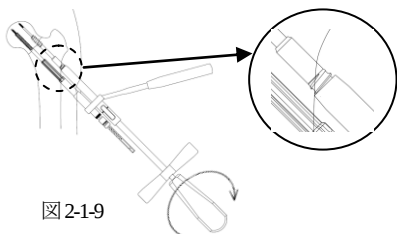

図 2-1-9
- 7) TLS 用ラグスクリュードライバーと TLS 用バレルスクリュードライバーを組み合わせた状態にて、スライディングスクリューを挿入して行きます。 (図 2-1-9) バレルスクリューのスレッド部分が骨面に到達するまでラグスクリューを挿入します。